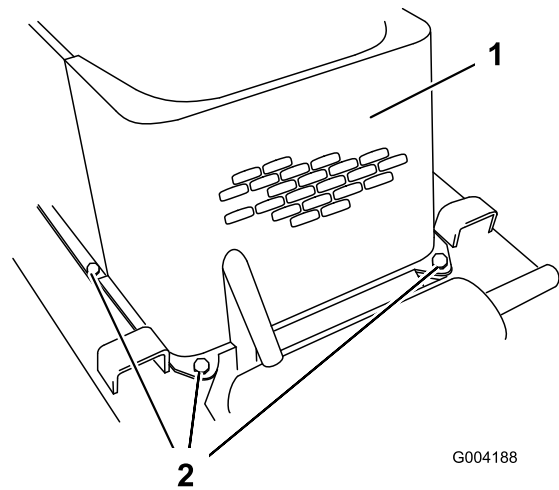

Figure 30
5. Retirez les 4 boulons qui fixent le panneau avant au cadre (Figure 30).